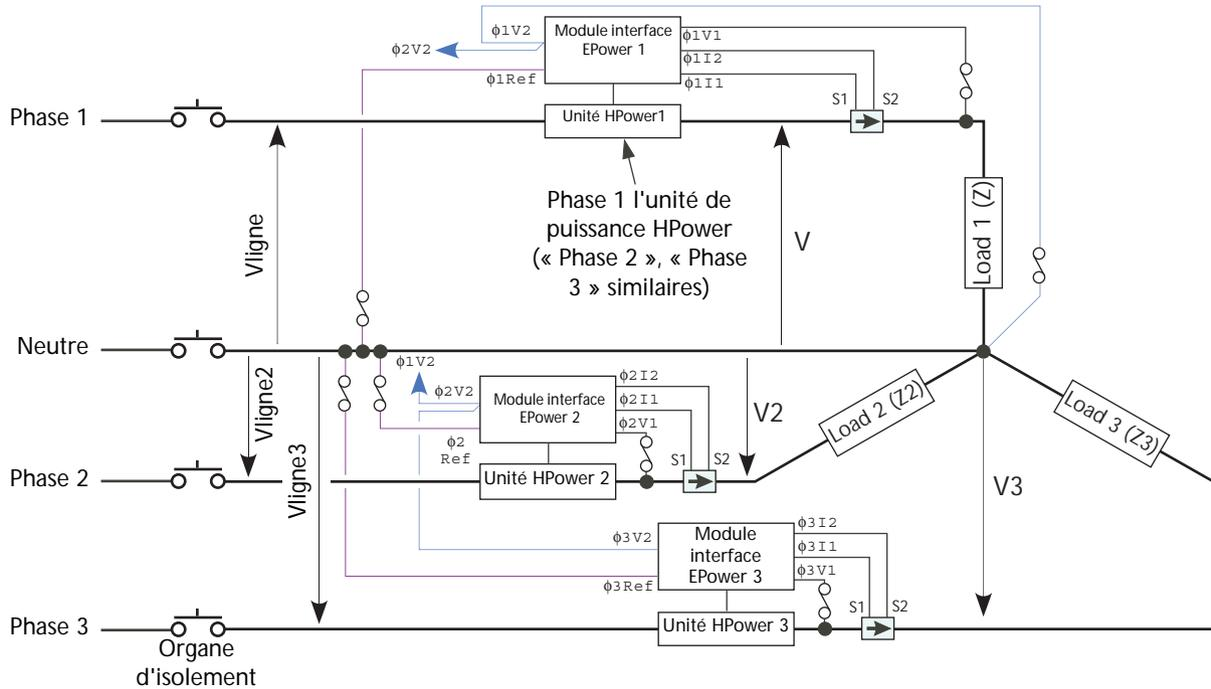

Figure 2.2.4a Etoile avec neutre (4S (4 fils))
Les illustrations qui composent les figures 2.2.4a à 2.2.4f ci-dessous, représentent schématiquement le câblage pratique de plusieurs configurations triphasées communes. La mise à la terre et le câblage du module de contrôle ne sont pas représentés par souci de clarté. Les fusibles (le cas échéant) doivent avoir des valeurs compatibles avec l'intensité admissible de courant du câblage correspondant. L'Annexe B couvre la contre-réaction externe.
1. Les Figures 2.2.4a à 2.2.4b ci-dessous servent d'exemples théoriques uniquement. L'installation doit être conforme à la réglementation locale en matière de sécurité et d'émissions en vigueur dans sa totalité.